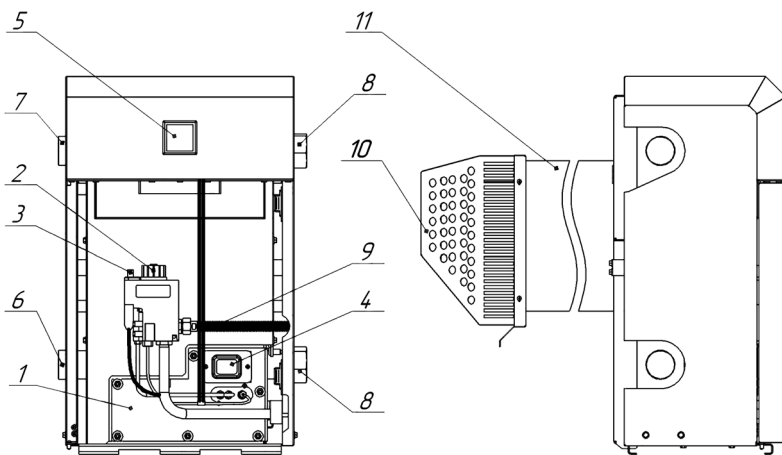

Рис. 1. Котел Direct с автоматикой EUROFIT 630
5.1. Котел представляет собой сварную конструкцию, образующую по всему периметру водяную рубашку, окаймляющую топочную камеру. В нижней части котла, в проеме топочной камеры, установлено газогорелочное устройство с органами управления. В задней части котла находится газоотводящий патрубок для удаления продуктов сгорания из топки. На задней поверхности котла расположены проушины для крепления котла к стене. На боковых стенках котла расположены патрубки для подключения отопления (см. рис. 1).